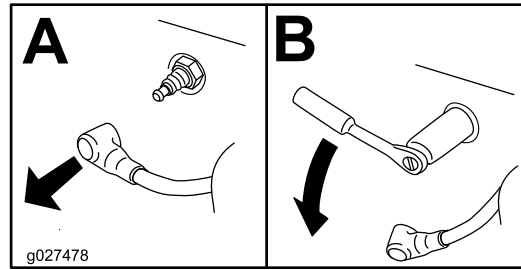

Figura 44
4. Togliete la candela (Figura 44).